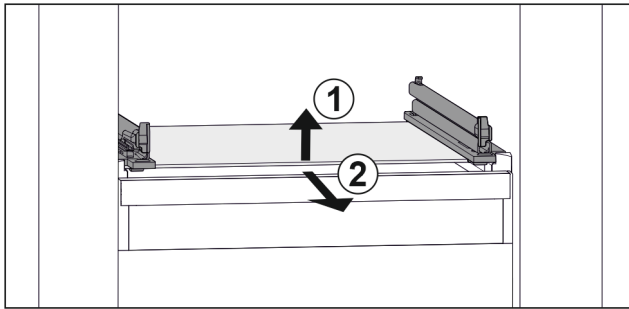

Fig. 153 Representación de la placa de vidrio a modo de ejemplo
- ▶ Levante la placa de vidrio por delante. Fig. 153 (1)
- ▶ Retire la placa de vidrio hacia adelante. Fig. 153 (2)